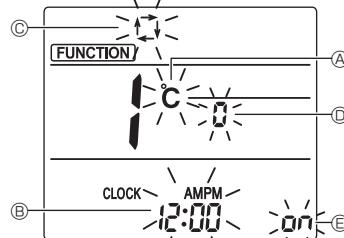

Fig. 5-11
- Vérifiez que la fonction n° "1" est affichée puis appuyez sur la touche **SET** ③.
- L'écran Réglage de l'affichage s'affiche. (Fig. 5-11)
- Appuyez sur la touche **↑↓** ④ pour changer le n° de fonction.
5.12.2. Changement de l'unité de température (Fig. 5-11 Ⓐ)
- Appuyez sur la touche **TEMP** ⑤.
- À chaque pression sur la touche **TEMP** ⑤, le réglage change entre **℃** et **°F**.
5.12.3. Changement de l'affichage de l'heure (Fig. 5-11 Ⓑ)
- Appuyez sur la touche **TIME** ⑥.
- À chaque pression sur la touche **TIME** ⑥, le réglage change entre **12:00** et **24:00**.
5.12.4. Changement du mode AUTO (Fig. 5-11 Ⓒ)
- Appuyez sur la touche **MODE** ⑦.
- À chaque pression sur la touche **MODE** ⑦, le réglage change entre **⌚** et **⌚**.
5.12.5. Changement du n° de paire (Fig. 5-11 Ⓓ)
- Appuyez sur la touche **↑↓** ④.
- À chaque pression sur la touche **↑↓** ④, le n° de paire 0-3 change.